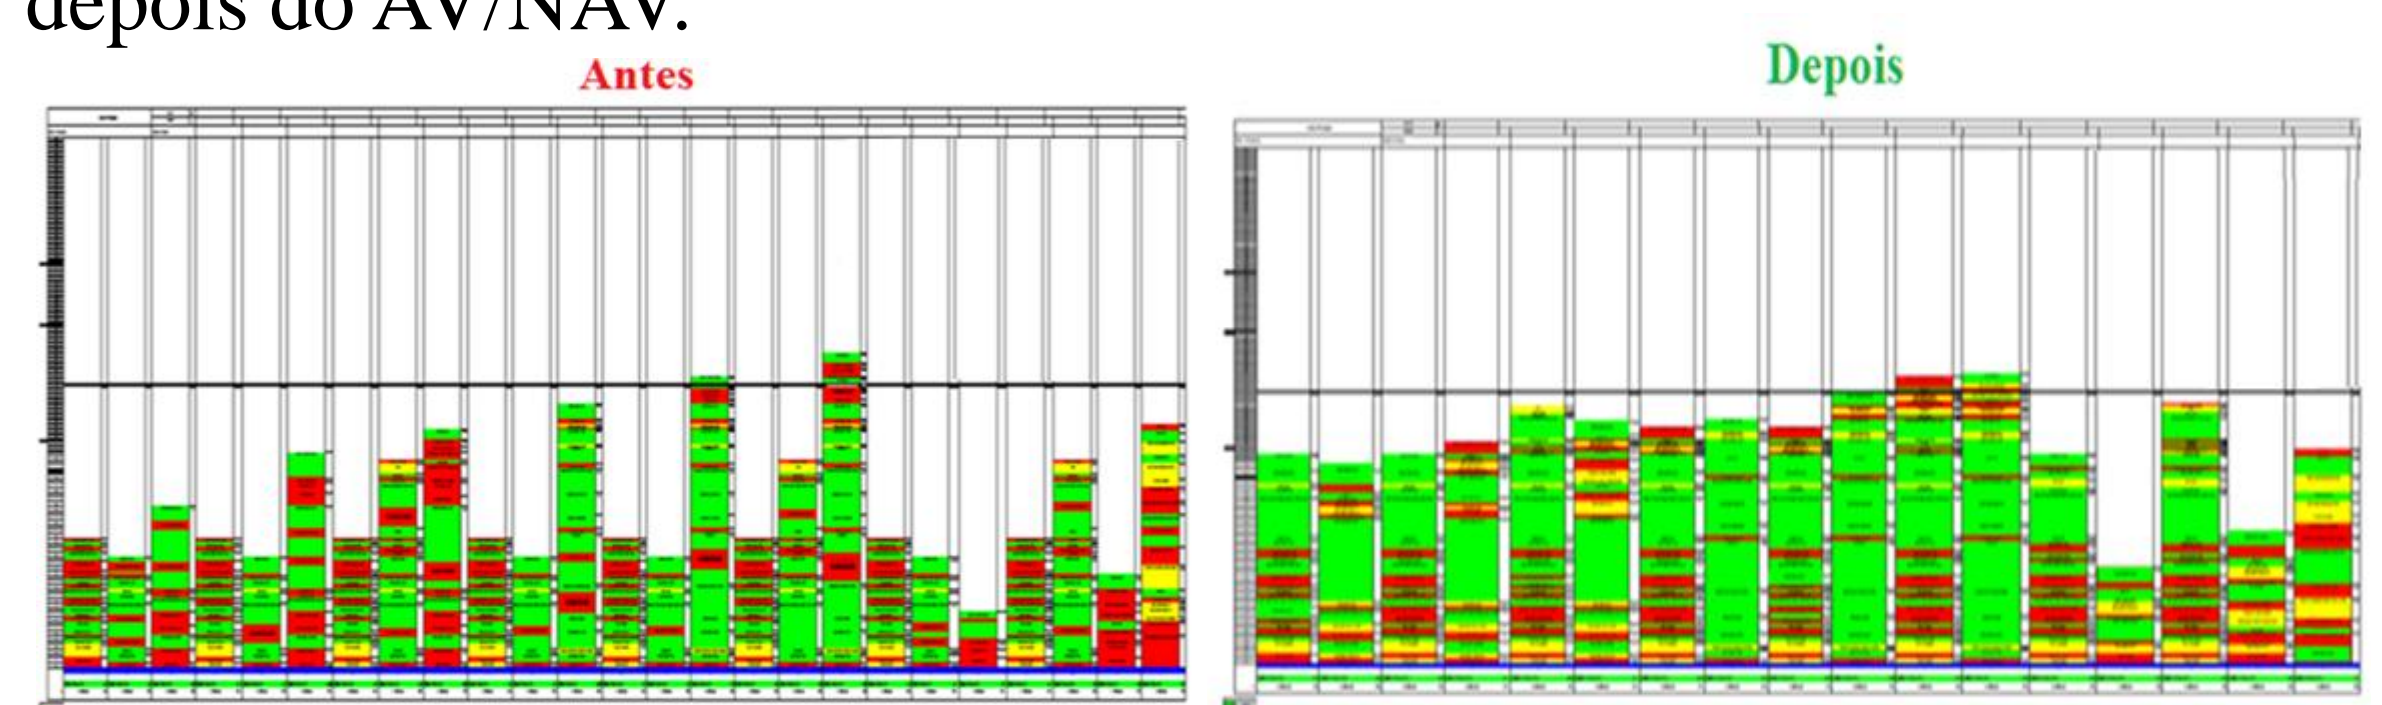

Figura 6: Resultado do antes x depois do AV/NAV
A atividade que agrega valor (AV) pode ser definida como uma atividade que o cliente reconhece como válida e está disposto a remunerar a empresa por ela. A atividade que não agrega valor (NAV) está presente em muitos processos, e é conhecida como desperdícios. Através da padronização e otimização do layout da célula de montagem, foi possível reduzir o NAV (cor vermelha), obter um ganho em AV (cor verde) e ainda podemos encontrar no gráfico a cor amarela, que seria a não agregação, mas que são movimentos necessários no processo. Figura 6: Resultado do antes x depois do AV/NAV.